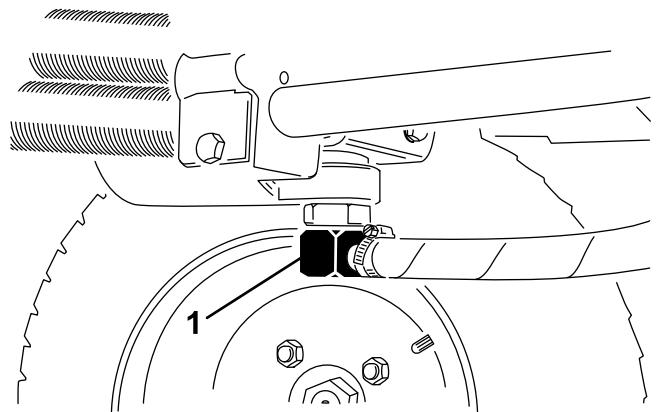
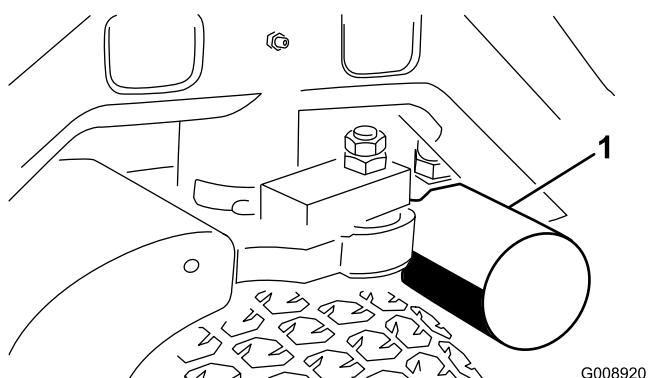

Рисунок 72
Рисунок 73
- Отсоедините гидравлическую линию (Рисунок 72) или снимите гидравлический фильтр (Рисунок 73) и дайте гидравлической жидкости стечь в сливной поддон.
- Поместите поддон под фильтр (Рисунок 73), а затем снимите фильтр.